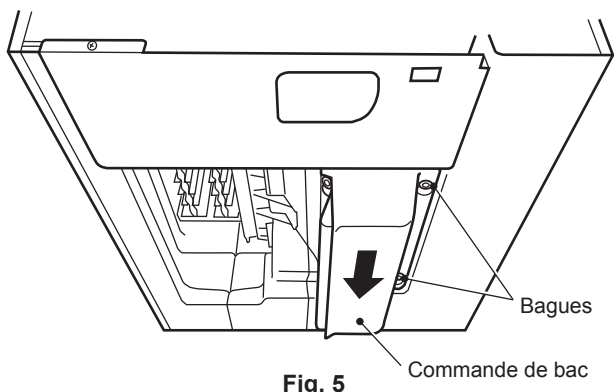

Fig. 5
- 7) Tout en tirant le fil de la commande du bac vers le haut, fixer la commande du bac sur la paroi intérieure, du côté droit. Soulever ensuite la commande du bac contre la partie inférieure de l'appareil et la faire glisser vers l'arrière jusqu'à ce qu'un déclic confirme sa mise en place. Les trous à rainures situés du côté droit de la commande du bac doivent être placés sur les bagues, au niveau de la partie inférieure de l'appareil. Voir fig. 5.